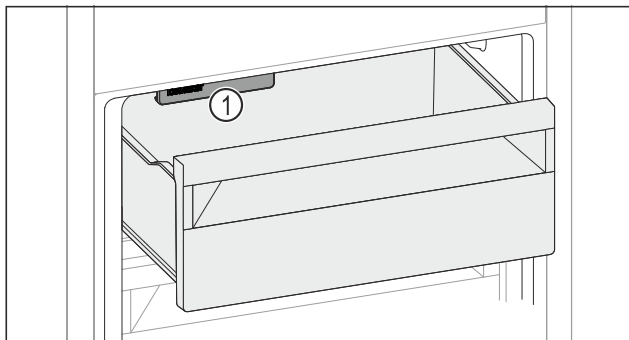

Fig. 49
- ▶ Внимавайте за IceMaker Fig. 49 (1).